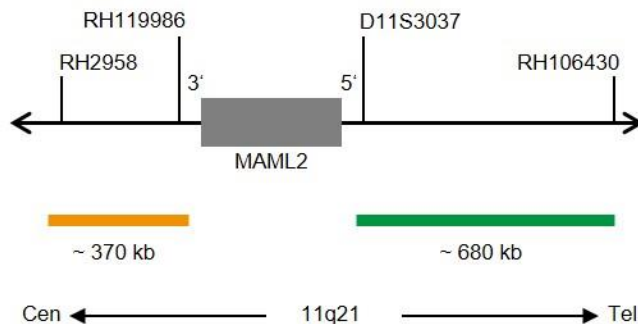

Abb. 1: SPEC MAML2 Sondenlokalisation (nicht maßstabsgetreu)
- ZyGreen (Anregung 503 nm/Emission 528 nm) markierten Polynukleotiden (~10 ng/μl), die gegen Sequenzen in 11q21* (chr11:96,115,829-96,797,136) gerichtet sind, welche distal zur MAML2-Bruchpunktregion lokalisiert sind (siehe Abb. 1).
- ZyOrange (Anregung 547 nm/Emission 572 nm) markierten Polynukleotiden (~4,5 ng/μl), die gegen Sequenzen in 11q21* (chr11:95,296,828-95,668,215) gerichtet sind, welche proximal zur MAML2-Bruchpunktregion lokalisiert sind (siehe Abb. 1).